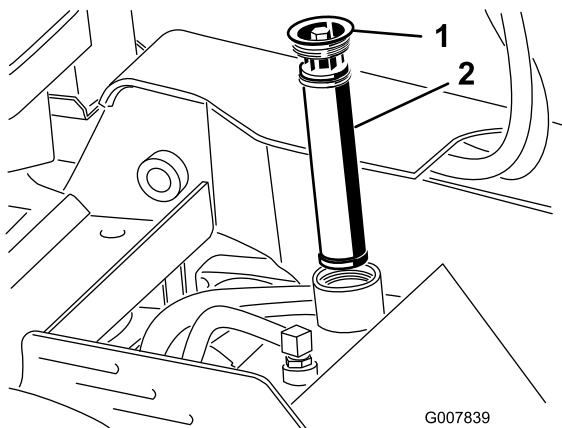

図 66
4. 古いフィルタを外して捨てる 図 66。
5. 新しいフィルタを取り付け、キャップ 図 66 をして上部ボルトを $13-15.5 \text{ N}\cdot\text{m}$ $2.3-2.8 \text{ kg}\cdot\text{m} = 110-140 \text{ in}\cdot\text{lb}$ にトルク締めする。
7. 油圧オイルタンクのフィルタとキャップ 図 66 を取る。
12. フィルタを取り付け、キャップ 図 66 をして上部ボルトを $13-15.5 \text{ N}\cdot\text{m}$ $2.3-2.8 \text{ kg}\cdot\text{m} = 110-140 \text{ in}\cdot\text{lb}$ にトルク締めする。